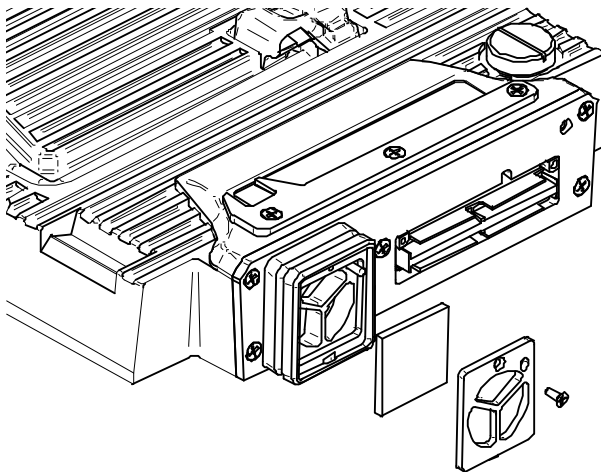

图 B-3 OMNI-M-PA32nn 型号模块的护栅和滤网
1. 拆下使风扇护栅固定到模块上的螺钉（参见第 131 页的图 B-3）。